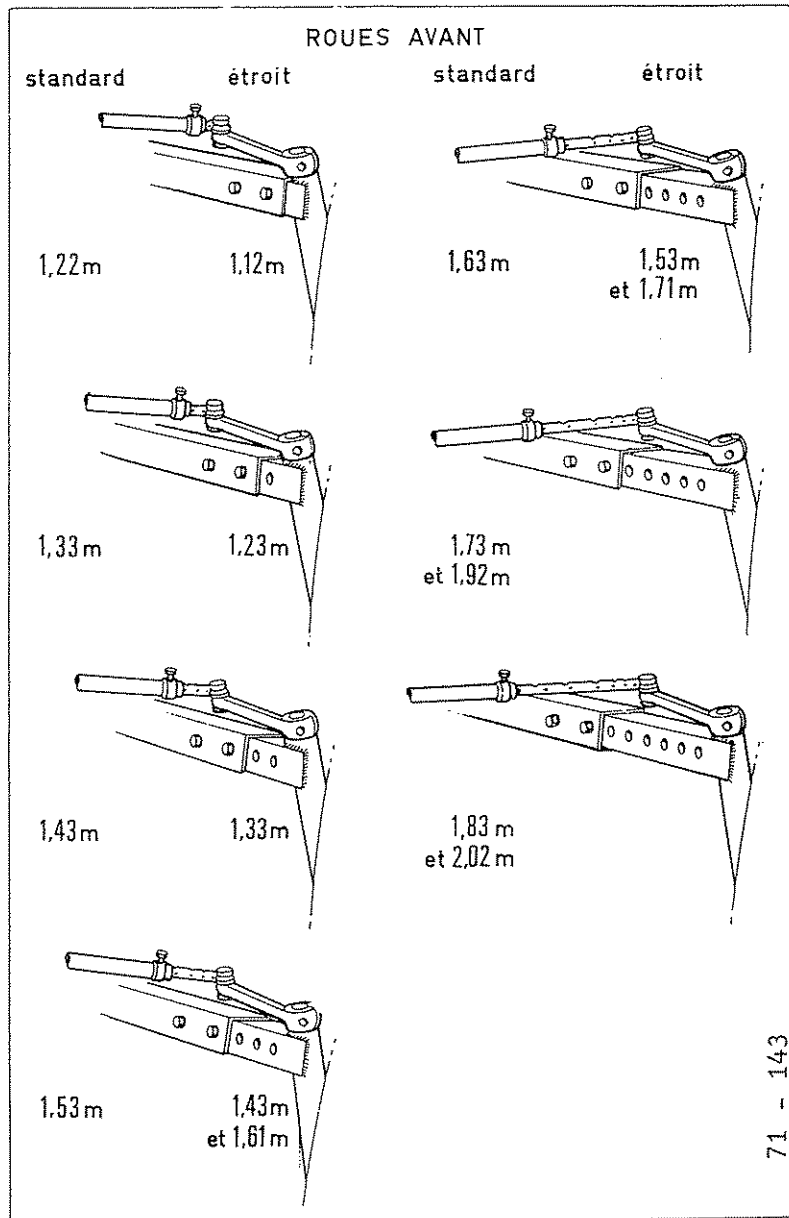

Fig. 63
- Amener l'essieu à la voie désirée (voir fig. 63).
- Régler la longueur de la tige de direction comme fig. 63 et bien bloquer.